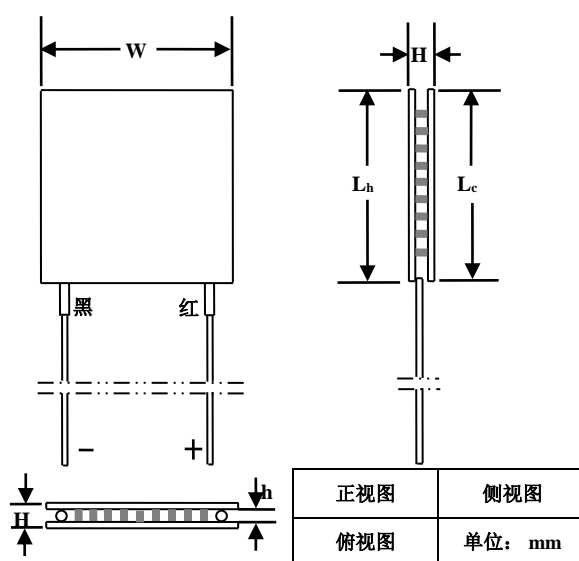

图21. 非密封ATE1-TCHE-127的机械尺寸
TEC 模块 ATE1-TCHE-127 有 2 根绝缘导线，红色为正极导线，黑色为负极导线。机械尺寸如图 21 和表 2 所示。
**注意：**如图21所示，当红色引线在右侧时，上表面是TEC 模块的冷端。